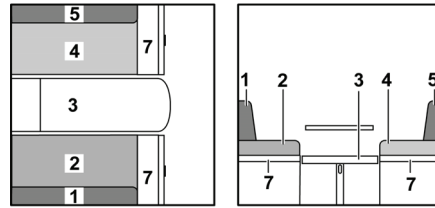

Bild 143 Während des Umbaus
- Sitzbankverlängerung (Bild 143,7) nach oben klappen und mit Klappe verkeilen.